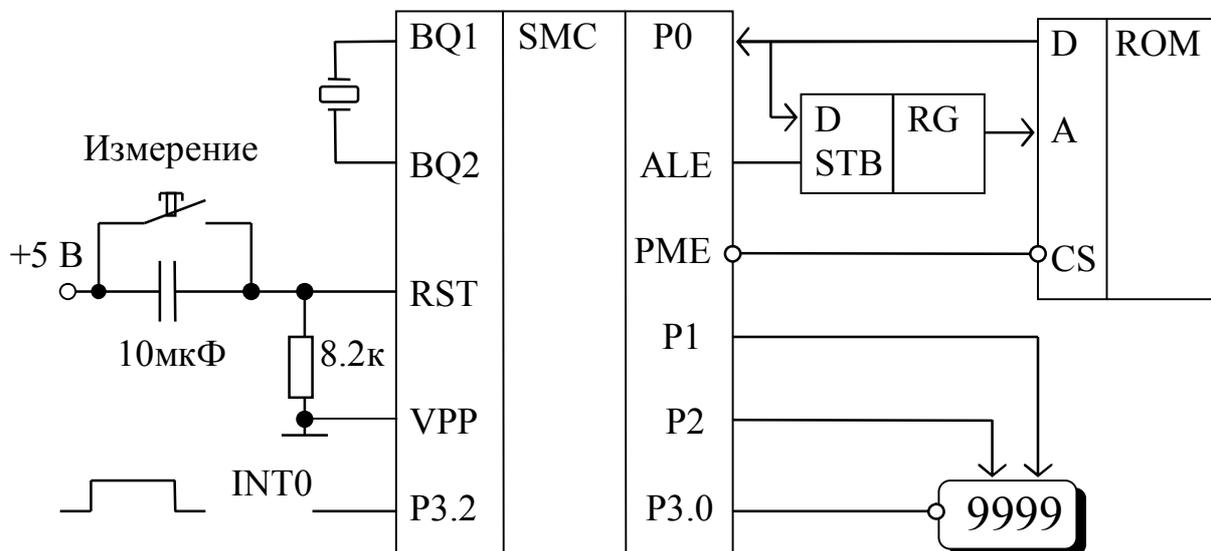

Рис. 6.1 — Функциональная схема измерителя длительности одиночного импульса
**Пример 11.** Спроектировать устройство для измерения длительности одиночного импульса, поступающего на вход INT0 (P3.2) микроконтроллера K1830BE31 (рис. 6.1).